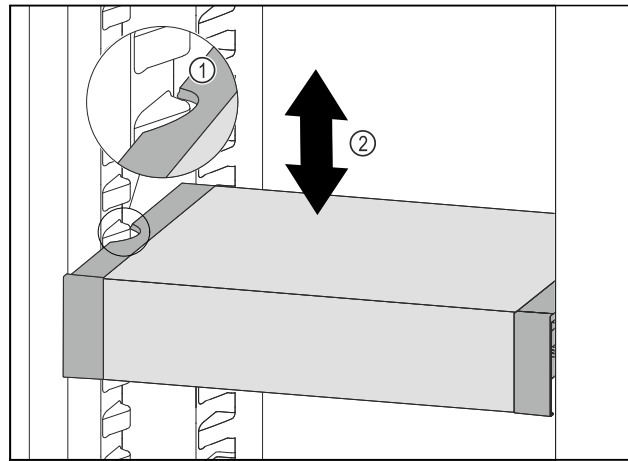

Fig. 100
- Tirare VarioSafe in avanti fino a quando le cavità laterali di VarioSafe non si trovano al livello della nervatura del contenitore nel vano frigorifero. Fig. 100 (1)
- Spostare VarioSafe verso l'alto o verso il basso nel vano frigorifero fino a raggiungere l'altezza desiderata. Fig. 100 (2)